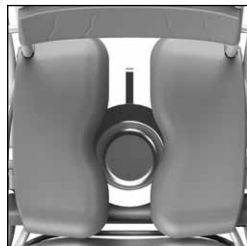
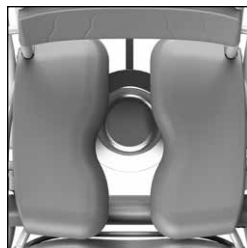

Figure 9 Bassin hygiénique en acier inoxydable de Lopital, avant.
Figure 10 Bassin hygiénique en acier inoxydable de Lopital, à l'arrière.
- Lors de l'utilisation du bassin hygiénique en acier inoxydable ou le seau hygiénique, le bassin hygiénique peut être placé dans deux positions sous l'assise. A l'avant de l'assise (Cf. figure 9) ou à l'arrière de l'assise (Cf. figure 10).